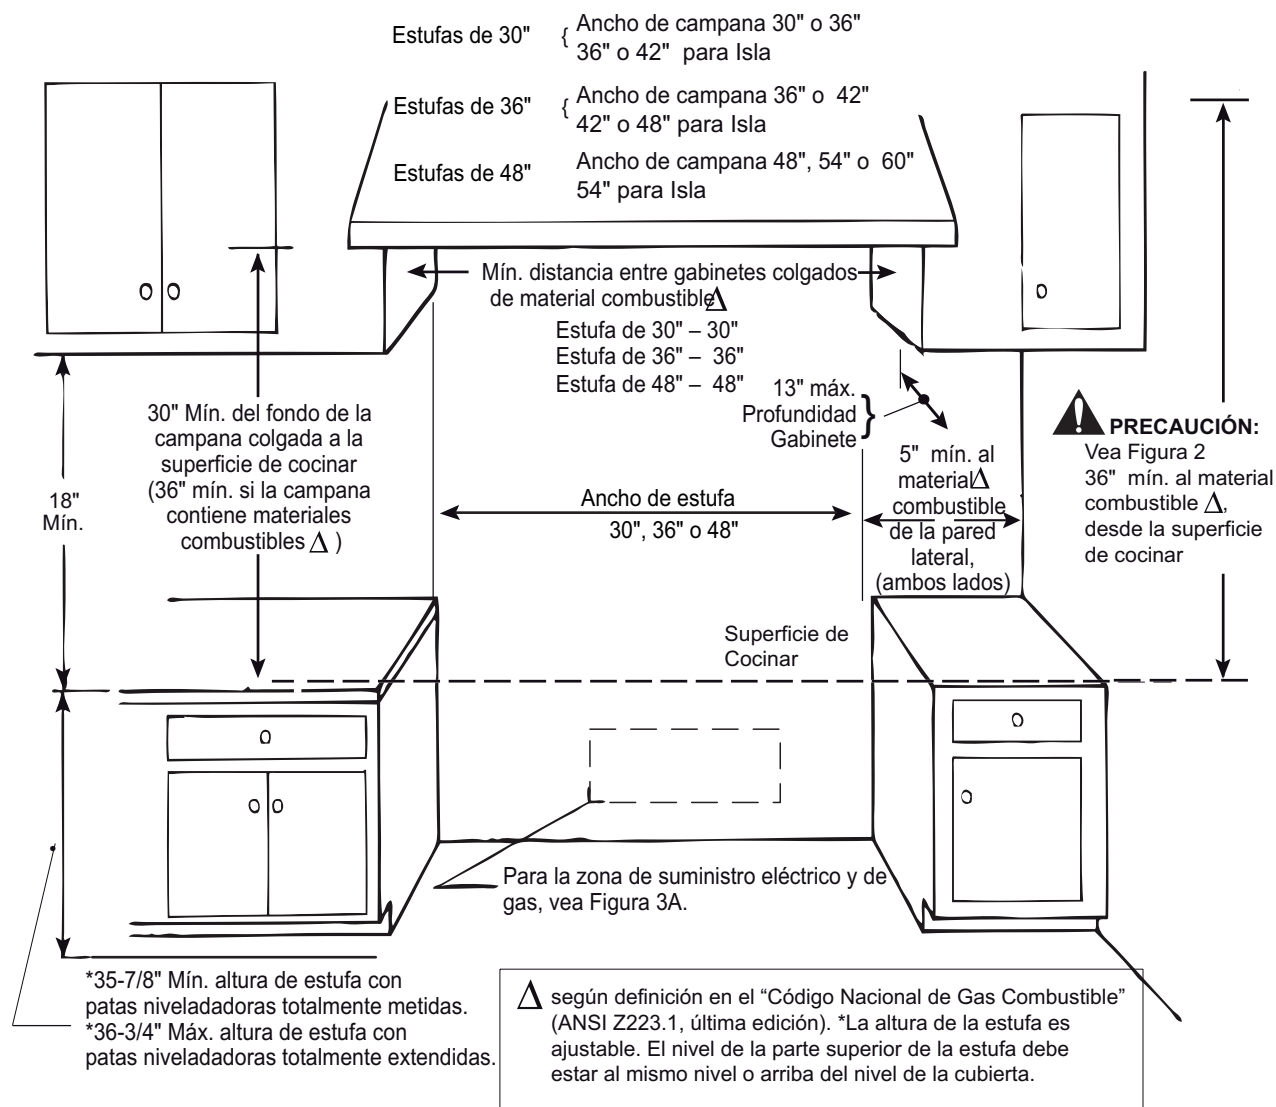

Figura 1: Espacios libres de los gabinetes
- Para eliminar mejor el humo se debe instalar el borde inferior de la campana a una distancia mínima de 30" arriba de la superficie de cocinar de la estufa (Vea Figura 1).
- Para estufas de gas de alta producción (60,000 BTU o mayores), el mínimo de uno (1) CFM de ventilación por cada 100 BTU es recomendado. Si la estufa tiene una plancha, agregue 200 CFM a la capacidad estimada del soplador. Capacidad adicional del soplador puede ser requerida para ductos largos.
1. La estufa es autoestable. Si desea colocar la unidad junto a gabinetes, se deben observar los espacios libres que se muestran en la Figura 1. Los mismos espacios libres aplican a instalaciones tipo isla, excepto por los gabinetes colgados, que deben tener un espacio suficientemente ancho para aceptar la campana de isla acampanada, como se indica en la Figura 1.